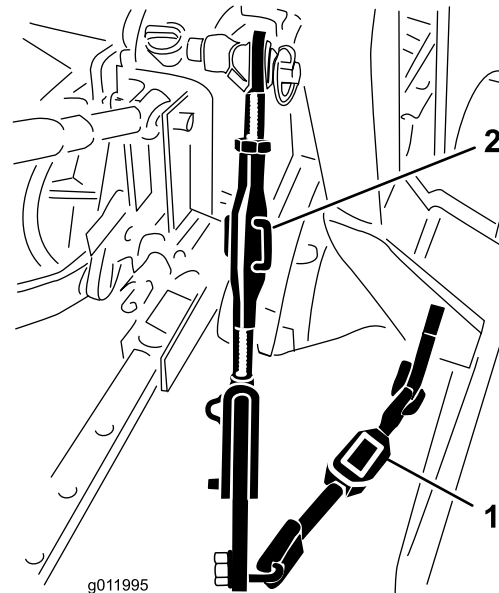

Figure 7
1. Régalez les tiges inférieures vers l'intérieur jusqu'à ce qu'elles touchent les plaques de montage du souffleur (Figure 7).
2. Tournez le corps de la biellette réglable (le cas échéant) pour élever ou abaisser le bras de liaison jusqu'à ce que le souffleur soit de niveau transversalement (Figure 7).